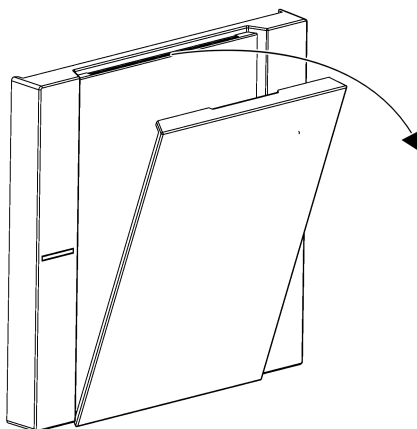

рисунок 8: Снятие крышки поля для надписи
- Потянув с одной стороны за выемку, снимите крышку поля для надписи с клавиши (см. рисунок 8).